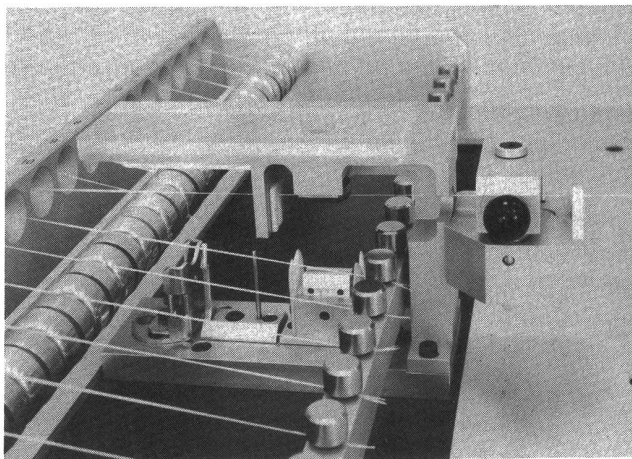

Bild 2 Autonom arbeitender Spulenwechsler mit Spleisser
Daneben besteht in der textilen Prüftechnik auch Interesse an Spulenwechslern, die völlig autonom arbeiten und in Verbindung mit verschiedenen Prüfgeräten eingesetzt werden können. Bild 2 zeigt einen derartigen, von Textechno entwickelten Wechsler, der eine eigene Mikroprozessorsteuerung besitzt und bei dem die Auflösung des Wechselvorganges durch ein externes Signal oder einen internen Timer erfolgt. Ein besonderes Merkmal dieses mit Spleisstechnik arbeitenden Gerätes ist die Möglichkeit, bei durchlaufendem Faden zu wechseln (1). Der neu anzulegende Faden A wird hierzu zusammen mit dem laufenden Faden B in eine Spleisserdüse eingeführt. Mit Einsetzen des Spleissovorganges wird Faden A mit Faden B verwirbelt und nimmt sofort dessen Geschwindigkeit an, wobei kontinuierlich eine weitere Verwirbelung der beiden nunmehr parallel laufenden Fäden stattfindet. Anschliessend wird Faden B mit einer automatischen Schere abgeschnitten und das Fadeneinde abgelegt. Faden A läuft nunmehr allein weiter.